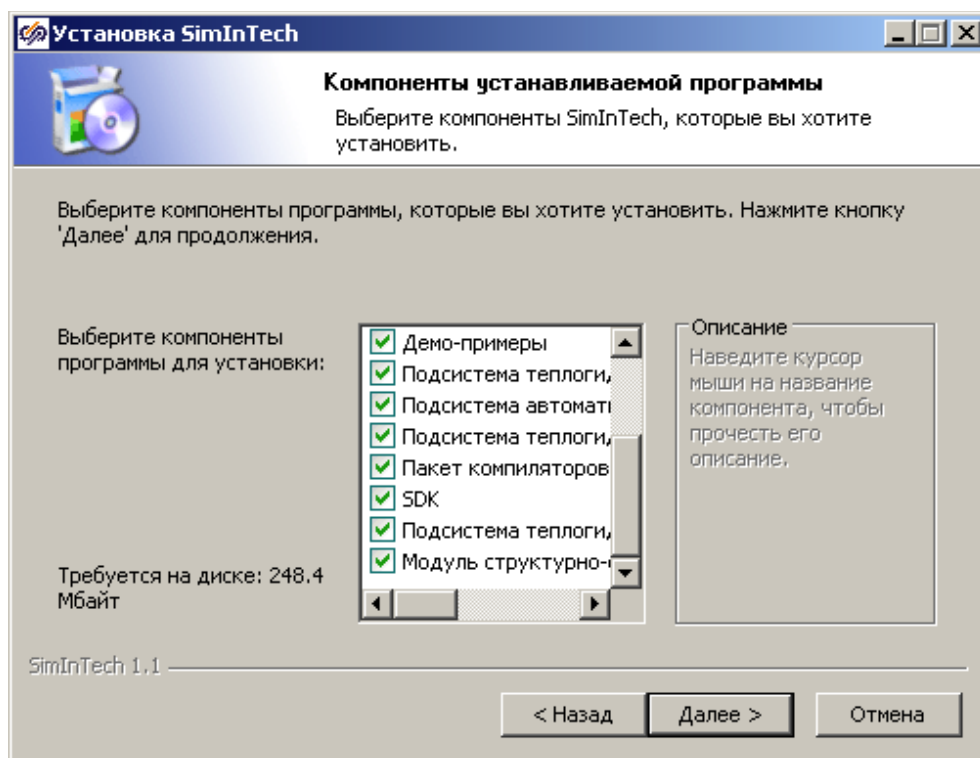

Рисунок 1.3
4) После выбора необходимых компонент левой клавишей «мыши» нажать кнопку «Далее» (рисунок 1.3). В результате действия появится рабочее окно «Установка SimInTech», представленное на рисунке 1.4.